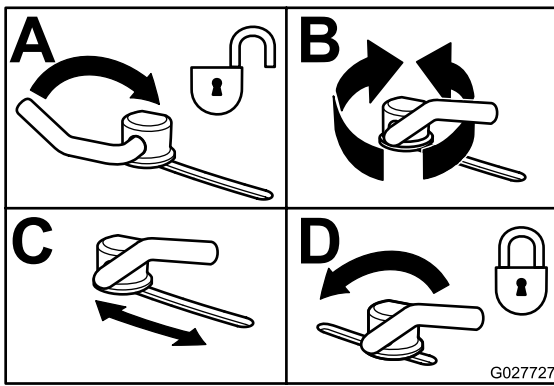

Figure 34
3. Pour régler les verrous à came, soulevez le levier pour desserrer le verrou (Figure 34).
5. Repoussez le levier à sa position d'origine pour serrer le déflecteur et les verrous (Figure 34).